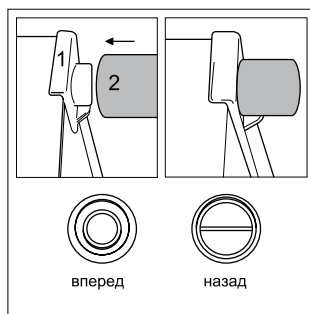

Рис. 1. Установка ограничительных упоров
- Установите ограничительные упоры в верхние углы задней стенки холодильника, как показано на рис. 1. Упоры поставляются, в дверной корзине внутри холодильного отделения;